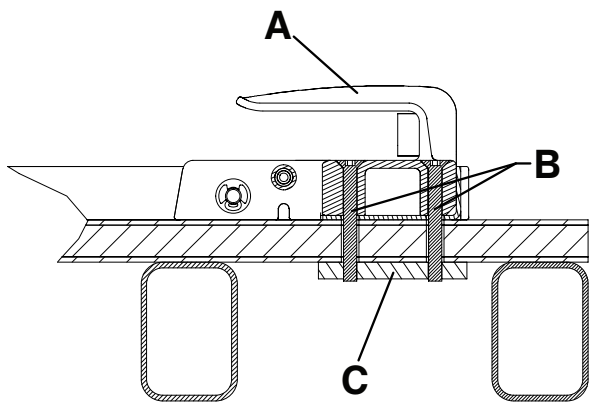
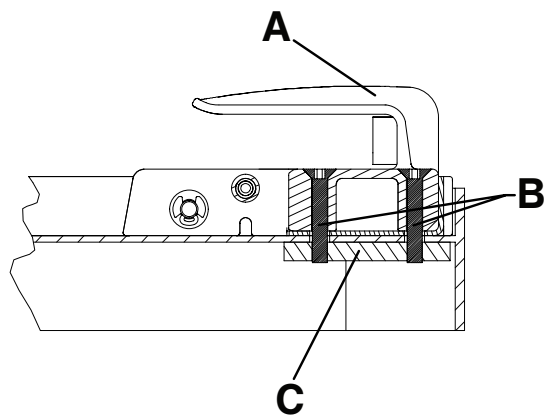

Рисунок 9 – Головной конец для напольного монтажа — вид 4А
Рисунок 10 – Головной конец для крепления на погрузочной платформе — вид 4В
- Для дополнительной поддержки требуется стальная опорная пластина (C) или эквивалентные пластины (не входят в комплект поставки) (Рисунок 9 или Рисунок 10).